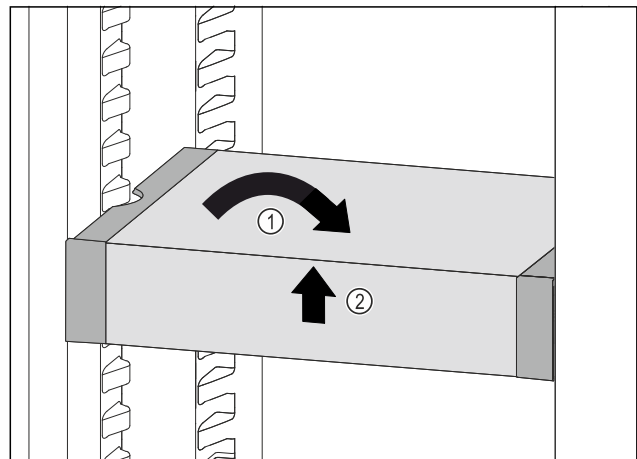

Fig. 130
- ▶ VarioSafe gerade stellen. Fig. 130 (1)
- ▶ VarioSafe vorne anheben. Fig. 130 (2)